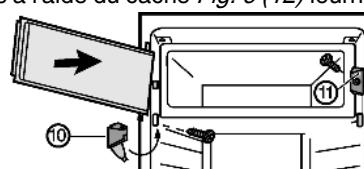

Fig. 7*
- ▶ Monter l'élément de fermeture Fig. 7 (11).*
- ▶ Monter le support d'appui Fig. 7 (10) et fermer le cache.*